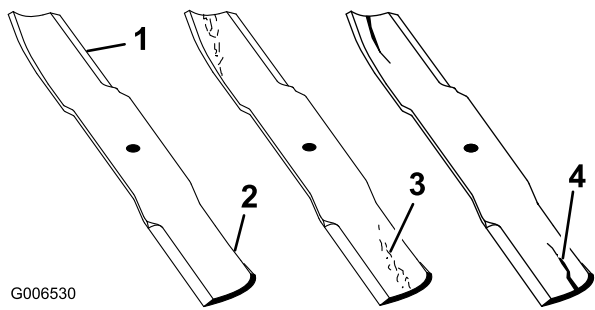

Figura 101
- Examine cuidadosamente los extremos de corte de la cuchilla, sobre todo en el punto de reunión entre la parte plana y la parte curva de la cuchilla (Figura 101). Puesto que la arena y cualquier material abrasivo pueden desgastar el metal que conecta las partes curva y plana de la cuchilla, compruebe la cuchilla antes de utilizar el cortacésped. Si se aprecia desgaste (Figura 101), cambie la cuchilla.
Si se permite que la cuchilla se desgaste, se formará una hendidura entre la vela y la parte plana de la cuchilla (Figura 101). Con el tiempo, una parte de la cuchilla puede desprenderse y ser arrojada desde debajo de la carcasa, posiblemente causando lesiones graves a usted o a otra persona.